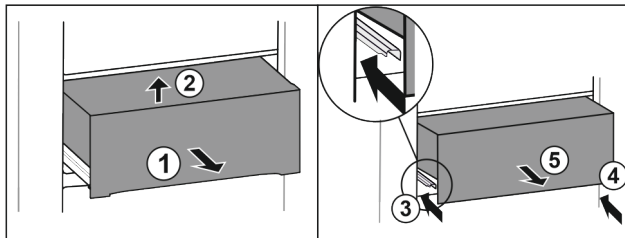

Fig. 24
- ▶ Extrageți pe jumătate sertarul Fig. 24 (1).
- ▶ Ridicați în față Fig. 24 (2).
- ▶ Inșerați șina din stânga Fig. 24 (3).
- ▶ Inșerați șina din dreapta Fig. 24 (4).
- ▶ Extrageți sertarul spre înainte Fig. 24 (5).